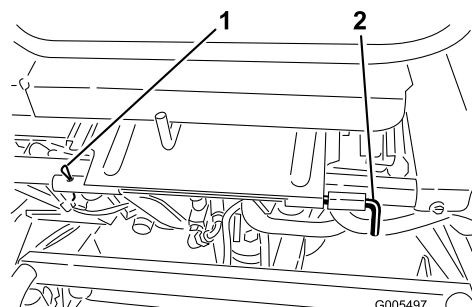

Bild 37
3. Klappen Sie den Sitz herunter und entfernen Sie den Splint, mit dem die Sitzgelenkstange am Rahmen befestigt ist (Bild 37).